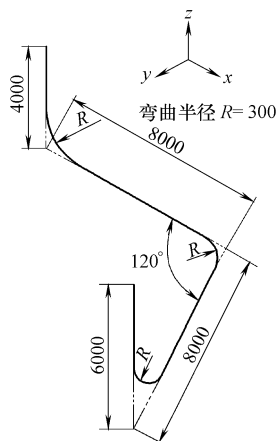

图 2-2
2. 图 2-2 所示为用 $\phi 89\text{mm} \times 4.5\text{mm}$ 无缝管弯制的管路，计算其展开长度和质量（ $\phi 89\text{mm} \times 4.5\text{mm}$ 无缝管单位长度质量为 9.38kg/m ）。